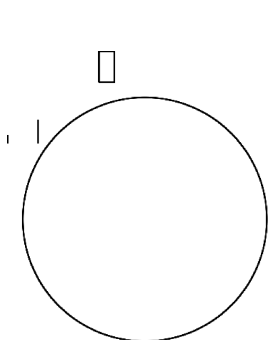

图 6-7 绘制表盘外框
(5) 重复上述操作,选取短竖直线为分刻度块,设定块名称为“minute”,块的基点为线段下端点,创建分刻度块。
(6) 重复上述操作,选取长竖直线为时刻度块,设定块名称为“hour”,块的基点为线段的下端点,创建时刻度块。
(7) 单击“默认”选项卡“绘图”面板中的“圆”按钮, 以坐标(290,150)为圆心,绘制半径为80的圆。结果如图 6-7 所示。